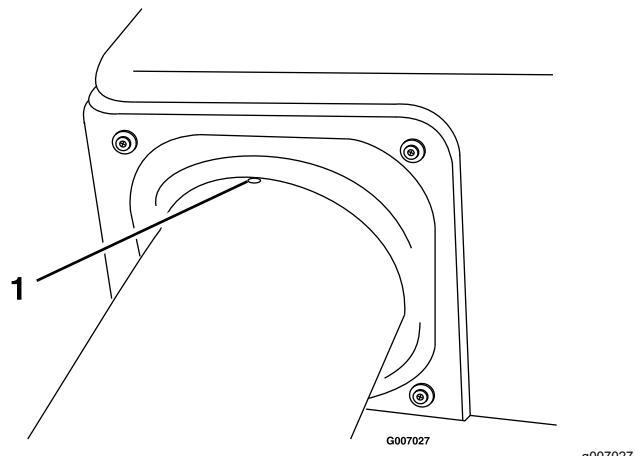

Bild 33
- Fluchten Sie die Vertiefung im oberen Rohr gleichmäßig zwischen den Schrauben aus, mit denen die Füllkastendichtung am Füllkasten befestigt ist (Bild 33).
8. Stellen Sie sicher, dass die Vertiefung von Bild 33 noch vorhanden ist.